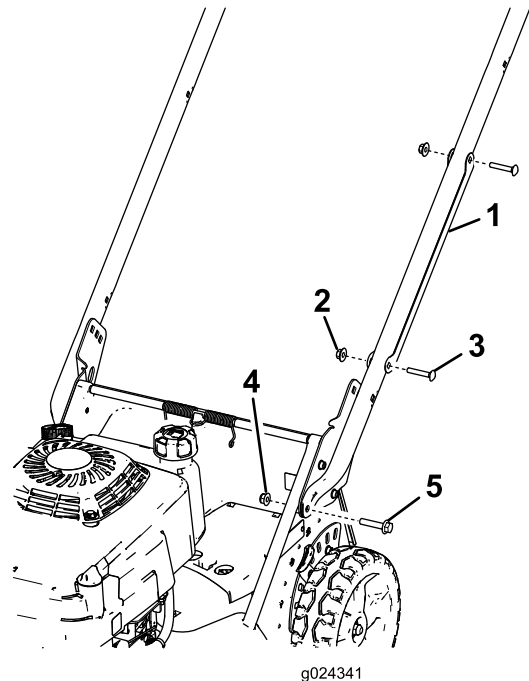

Figure 3
1. Déposez le protège-câble du guidon (Figure 3) en retirant les 2 boulons de carrosserie et les 2 contre-écrous qui le fixent au guidon.
2. Fixez les extrémités du guidon au carter de la tondeuse au moyen de 2 boulons à tête-embase hexagonale (5/16 x 1-1/2 po) et de 2 écrous à embase (5/16 po), comme montré à la Figure 3.
fixez le protège-câble sur le guidon à l'aide des 2 boulons de carrosserie et des 2 contre-écrous retirés précédemment (Figure 3).